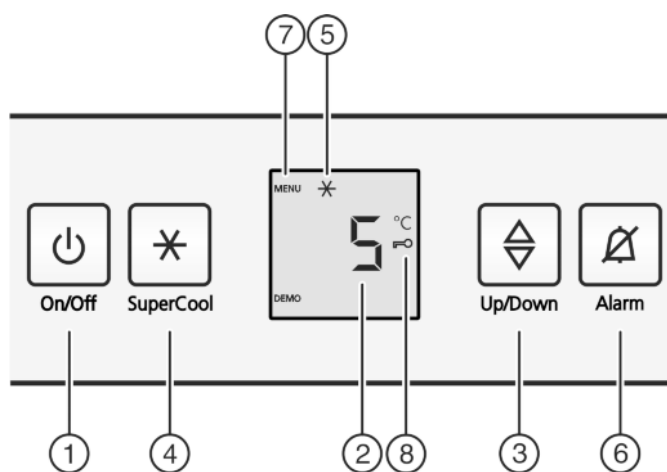

Fig. 2
- ▶ Tryk på tænd-/slukknappen Fig. 2 (1).
- ▶ Tryk på SuperCool-knappen *Fig. 2 (4)* i ca. 5 sekunder.
- ▷ I displayet vises symbolet for menu *Fig. 2 (7)*.
- ▶ Bekræft ved at trykke kort på SuperCool-knappen *Fig. 2 (4)*.
- ▷ Symbolet for børnesikring *Fig. 2 (8)* lyser i displayet.
- ▶ Tryk kort på tænd-/slukknappen *Fig. 2 (1)*.
- ▶ Tryk på tasten alarm *Fig. 2 (6)*.
- ▶ Hent temperaturfunktionen: Tryk på indstillingsknappen *Fig. 2 (3)*.
- ▶ Temperaturen ændres i trin på 1 °C: Tryk på indstillingsknappen *Fig. 2 (3)*, indtil den ønskede temperatur lyser i temperaturdisplayet.
- ▶ Tryk kort på tasten SuperCool *Fig. 2 (4)*.
- ▷ Symbolet SuperCool *Fig. 2 (5)* lyser op i displayet.
- ▷ Symbolet SuperCool *Fig. 2 (5)* slukkes i displayet.